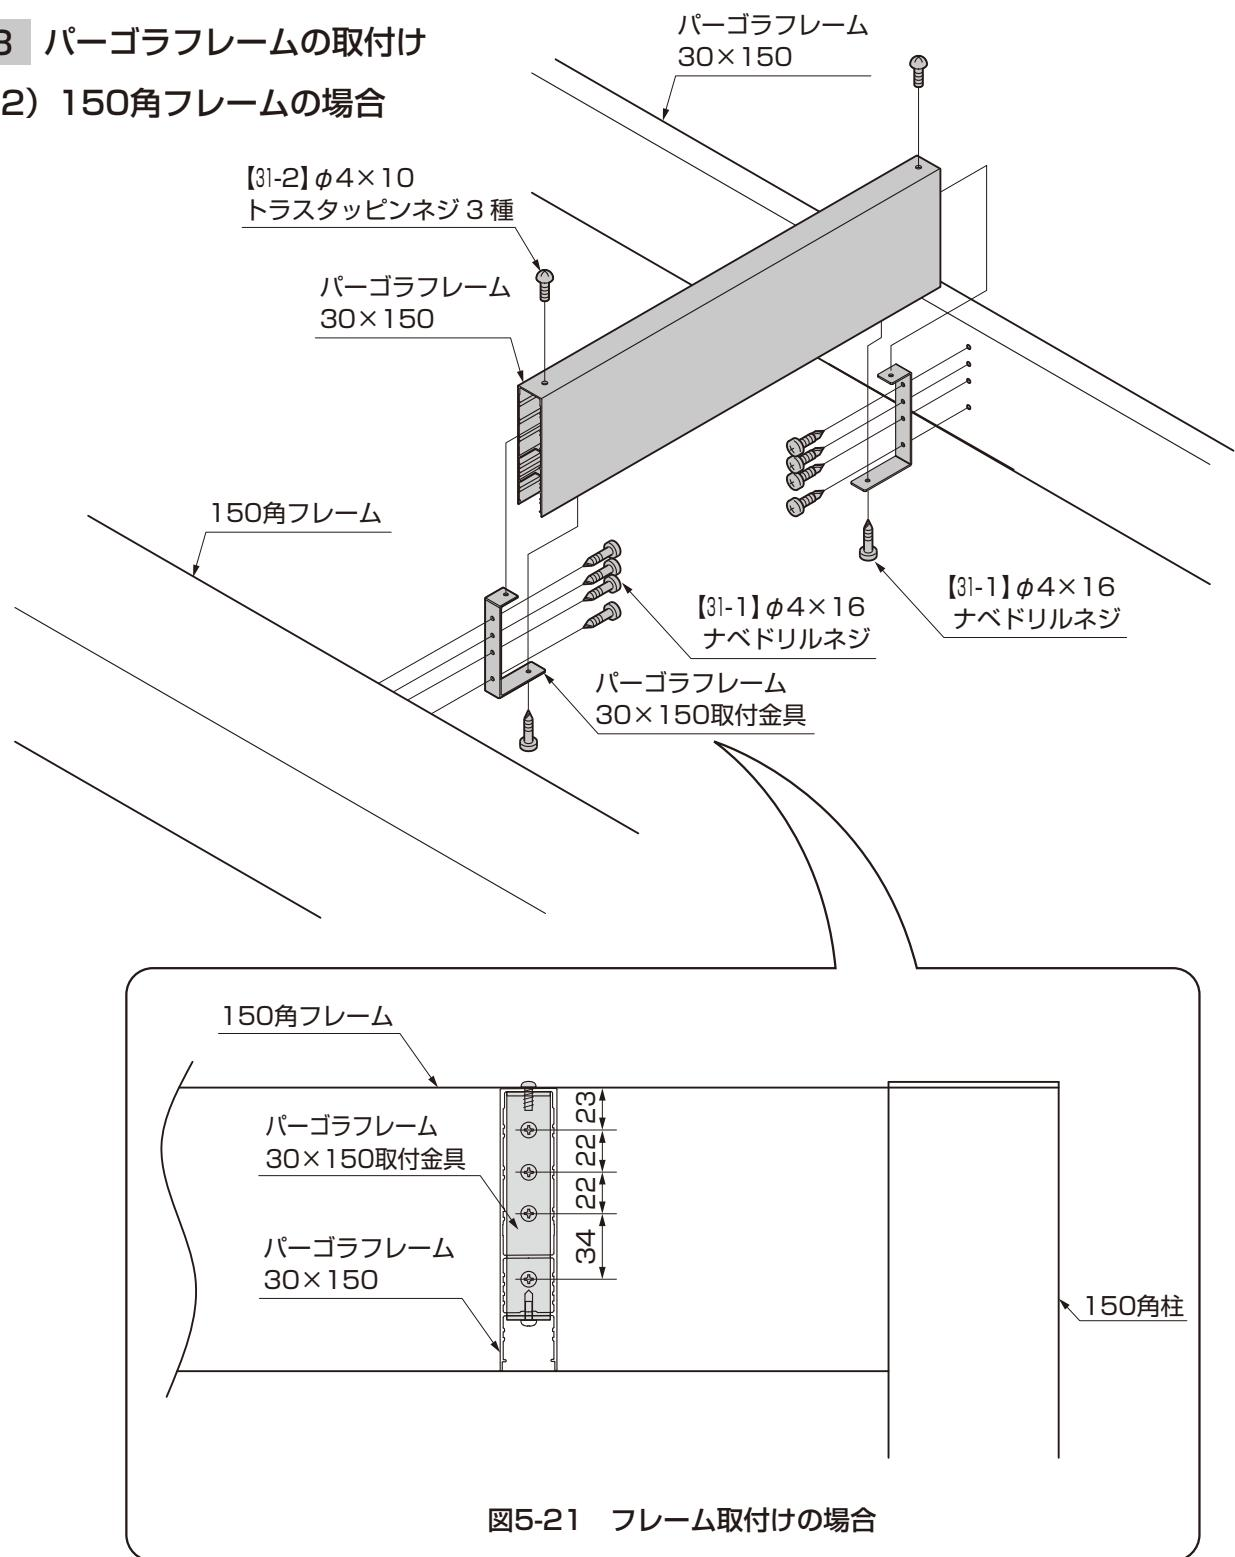

図5-21 フレーム取付けの場合
- フレームへの取付けは図5-21を参照して取付けてください。